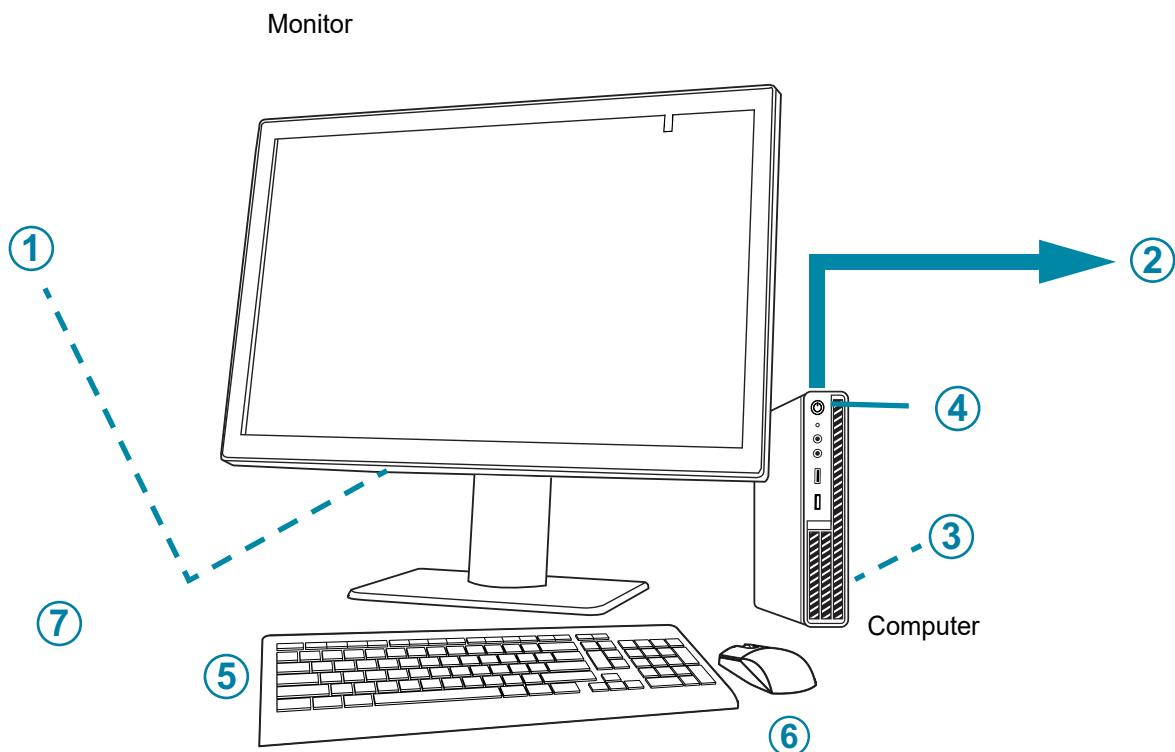

Abbildung 1-1-2 Komponenten der Review Station
Legende zu Abbildung 1-1-2
①	Netzschalter des Monitors unter der Abdeckung des Anschlussfachs
②	Verbindung zum Image Management Server (als Konzept dargestellt in Abbildung 1-1-2)
③	Grafikprozessorkarte (GPU), im Computer installiert
(4)	Netzschalter des Computers, Position variiert je nach Computermodell
(5)	Computertastatur
(6)	Computermaus
(7)	Barcode-Scanner (optional, nicht abgebildet in Abbildung 1-1-2)